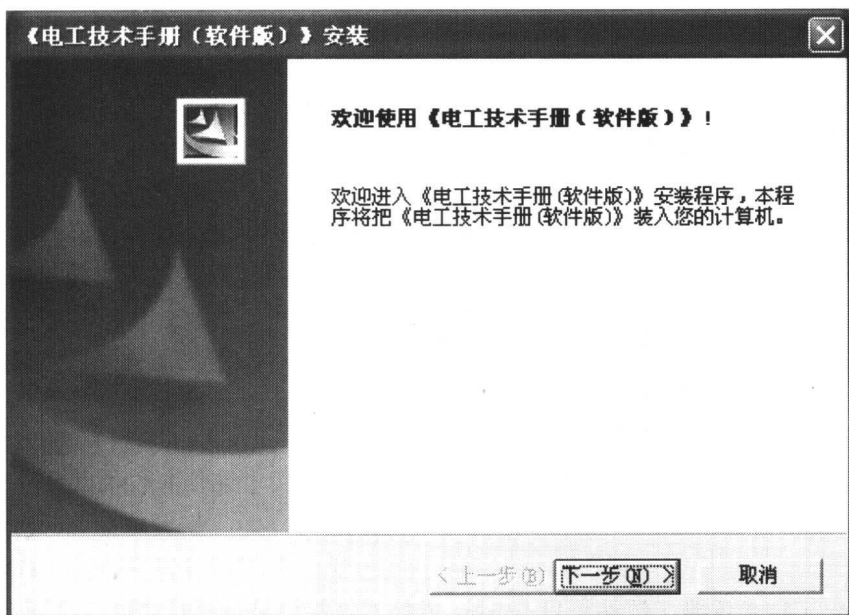

图 1-1 安装向导
- （2）双击安装光盘中的安装程序 Setup.exe，出现欢迎界面，如图 1-1 所示。